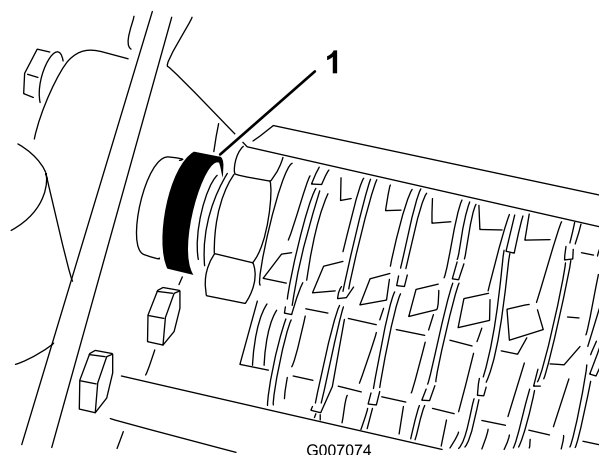

Figura 13
4. Remova os parafusos dos anéis de fixação nas caixas de rolamentos (Figura 13).